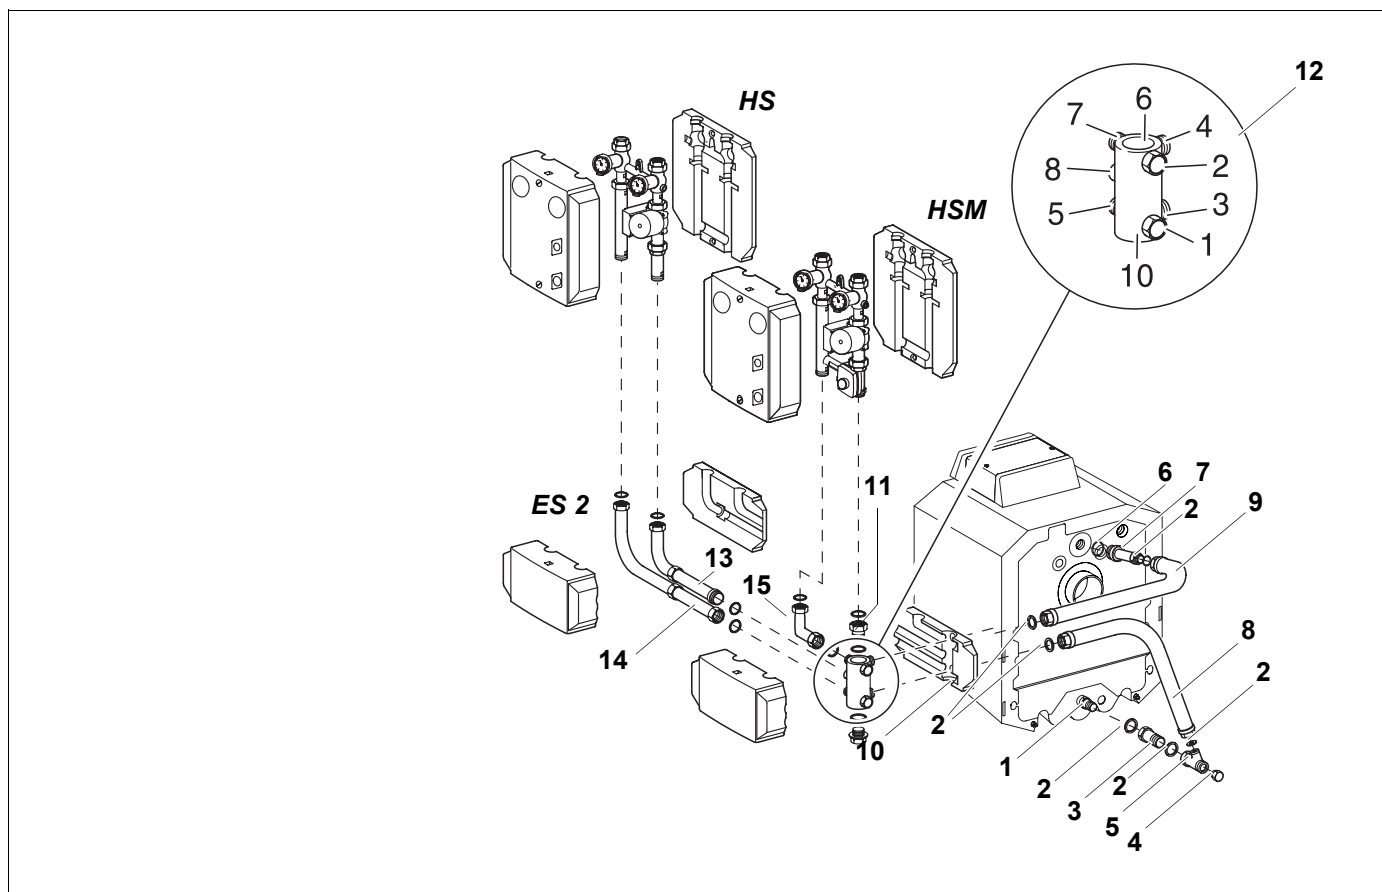

Рис. 12 Монтаж параллельно справа от котла
- Привернуть двойной ниппель (13) с кольцом к штуцеру N 8 на гребенке.
- Уложить уплотнение в соответствии с рис. 12 в промежуточный участок (14) и привернуть промежуточный участок к штуцеру N 5 многофункциональной гребенки.
- Привернуть комплект со смесителем (HSM) или без него (HS) в соответствии с рис. 12.
- Смонтировать отвод с уплотнением (короткая сторона) (рис. 12).